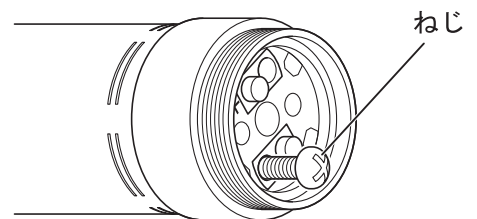

図 13
- 3) 取り外したねじ穴へ新しいカーボンブラシに同梱されたねじを2~3回ねじ込んで引き抜きます(図 13)。